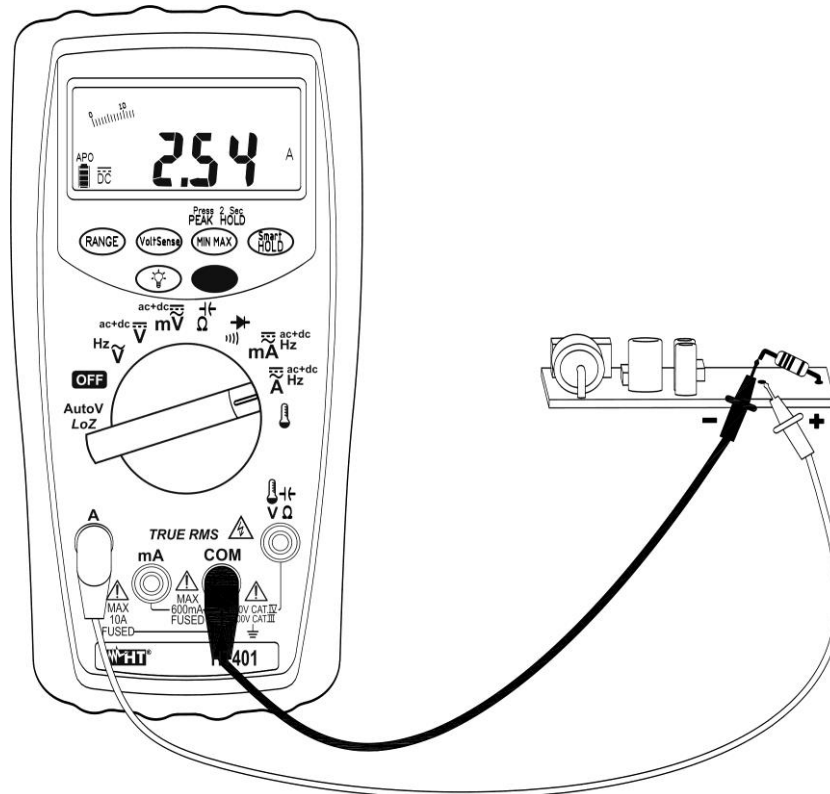

Fig. 5 : Mesure de Courant DC
6. Connecter l'embout rouge et l'embout noir en série au circuit duquel on veut mesurer le courant en respectant la polarité et la direction du courant dont à la Fig. 5.
9. L'affichage du symbole « - » sur l'écran de l'instrument indique que le courant a une direction opposée par rapport à la connexion de Fig. 5.